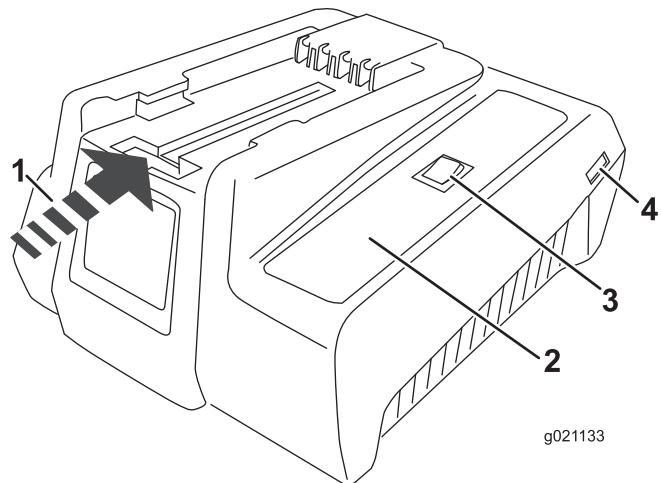
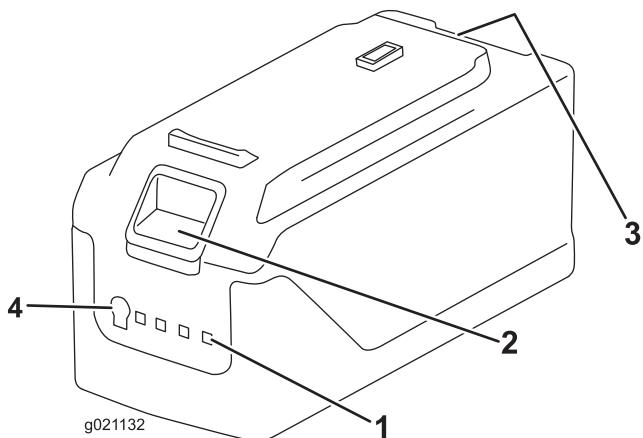

Figura 5
Figura 6
- Si el cable de alimentación no está enchufado en el cargador, enchúfelo en el cargador (Figura 5), luego enchufe el cable de alimentación eléctrica en una toma de corriente.
- Ponga la batería boca abajo y alinee el terminal de la batería con la ranura del cargador (Figura 5 y Figura 6).